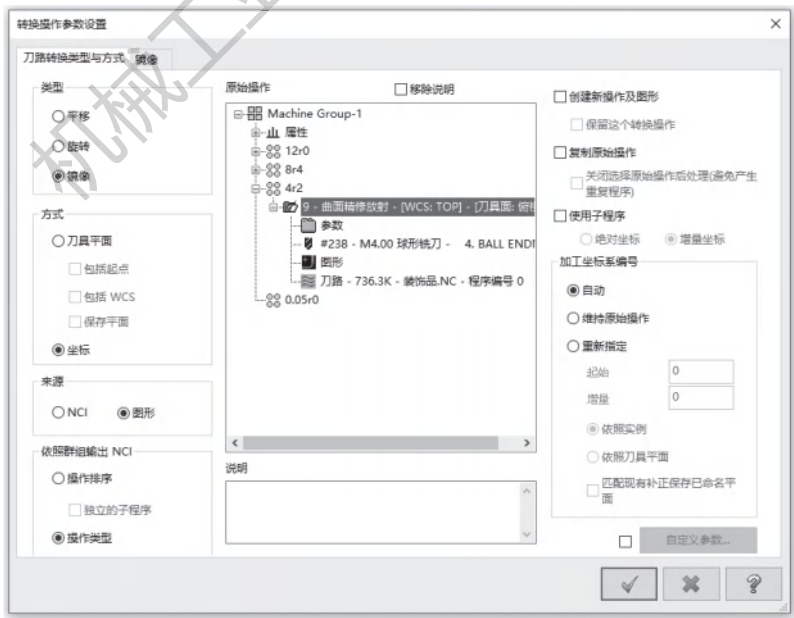

图 8-59 选择镜像方式
1) 选择【刀路】/【刀路转换】命令，系统弹出【转换操作参数设置】对话框，在【刀路转换类型与方式】选项卡中设置【类型】为【镜像】，【方式】为【坐标】。在【原始操作】栏目下选择“第9步：曲面精修放射”刀路，如图8-59所示。